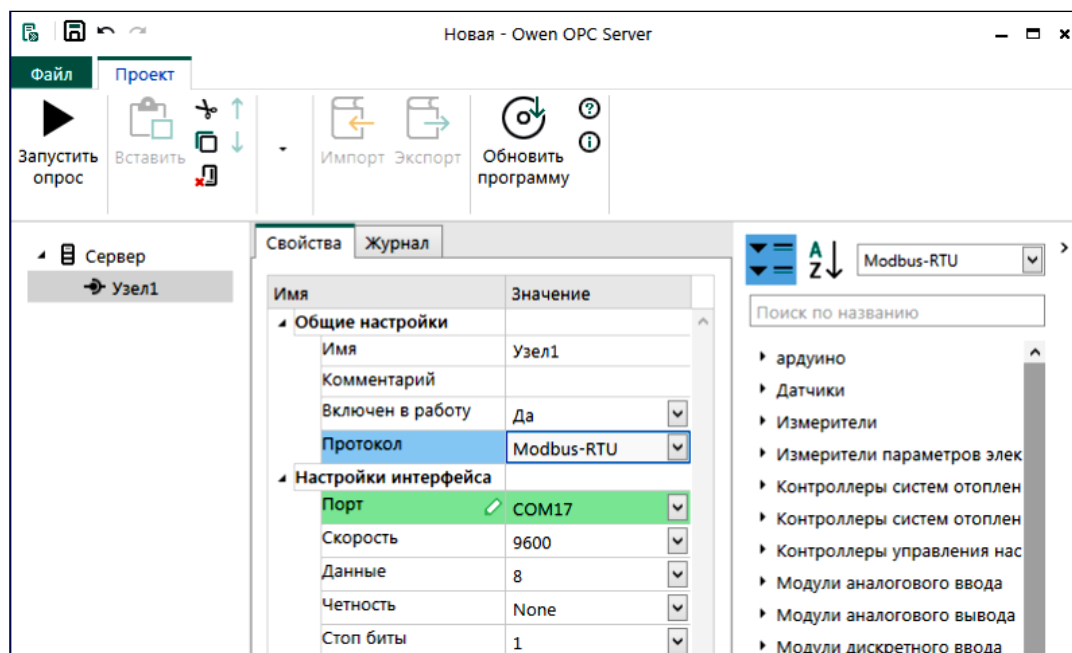

Рис.1. Настройка характеристик узла
3. Выделив «Сервер» добавить (рис.1) через контекстное меню или через главное меню «Узел». При желании выбрать свое имя узла. Установить свойства узла: номер порта, протокол обмена, биты данных, количество